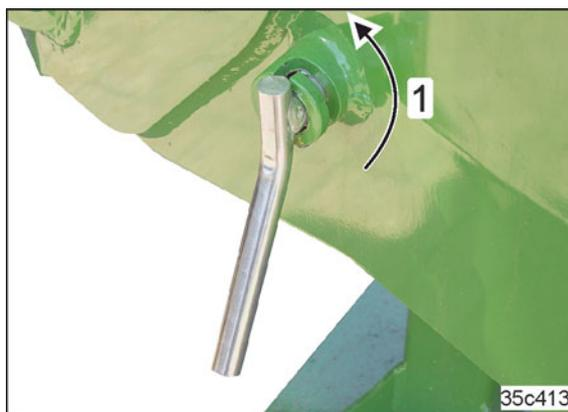

Fig. 115
- 13.1 Tourner le boulon bloqué (Fig. 115/1) de 180° jusqu'à ce que la douille de serrage (voir Fig. 116/1) se libère.
16. Bloquer le boulon en le tournant (voir Fig. 115).